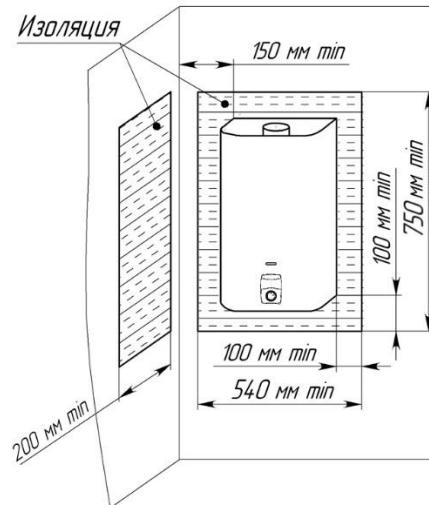

Рисунок 4. Установка аппарата на трудносгораемых стенах
- 7.1.6. Допускается установка аппарата на трудносгораемых стенах при условии изоляции стены оцинкованным листом толщиной 0,8...1 мм по листу базальтового теплоизоляционного картона БТК толщиной 3...5 мм. Изоляция стены должна выступать за габариты корпуса аппарата не менее чем на 100 мм с каждой стороны (рис. 4).